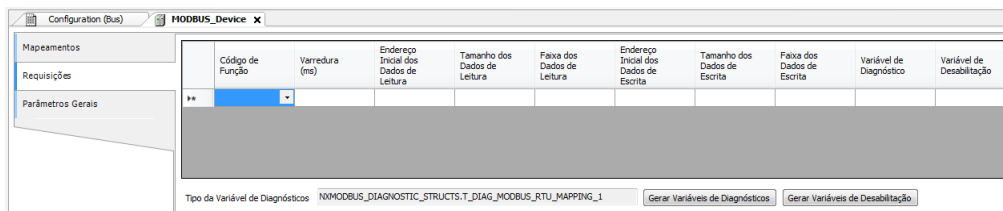

Figura 65: Tela de Requisições de dados MODBUS Mestre
- Adicionar e configurar as requisições MODBUS como apresentado na Figura 65, especificando a função, o tempo de varredura da requisição, o endereço inicial (leitura/escrita), o tamanho dos dados (Leitura/Escrita) e gerar as variáveis de diagnóstico e desabilitação das requisições através dos botões na parte inferior da janela.